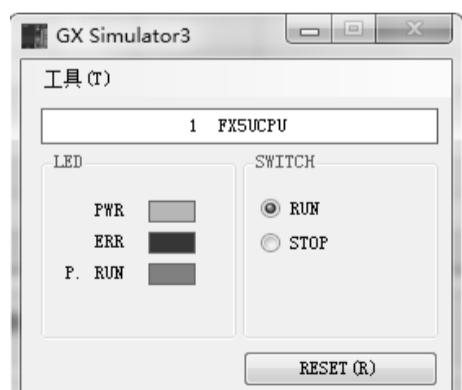

图 1-4-51 程序模拟仿真操作画面
① 选择菜单中的“Debug（调试）”→“Simulation（模拟）”→“Start Simulation（模拟开始）”（或直接单击工具栏的“模拟开始”图标），弹出如图 1-4-51 和图 1-4-44 所示“在线数据操作”画面。